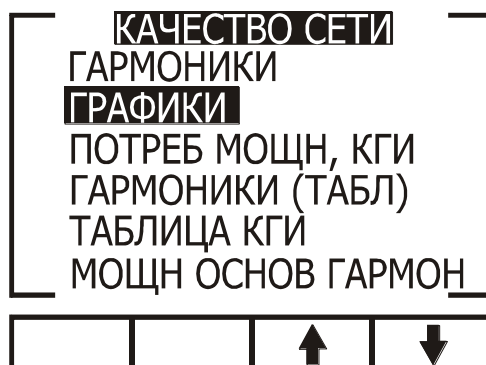

Рис. 34
2. Нажмите Enter. На дисплее появится экран выбора режима отображения качества сети (**рис. 34**):